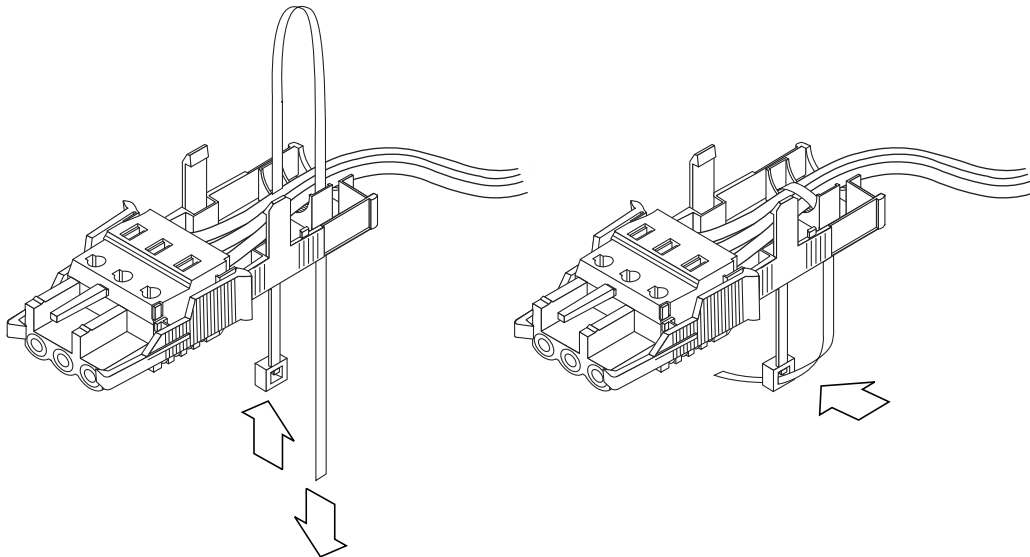

ABBILDUNG 5-53 Befestigen der Drähte an der Zugentlastungsvorrichtung
4. Legen Sie das Befestigungsband locker über die Drähte, führen Sie es auf der anderen Seite wieder aus der Zugentlastungsvorrichtung heraus, und ziehen Sie es fest, um damit die Drähte an der Zugentlastungsvorrichtung zu befestigen (ABBILDUNG 5-53).